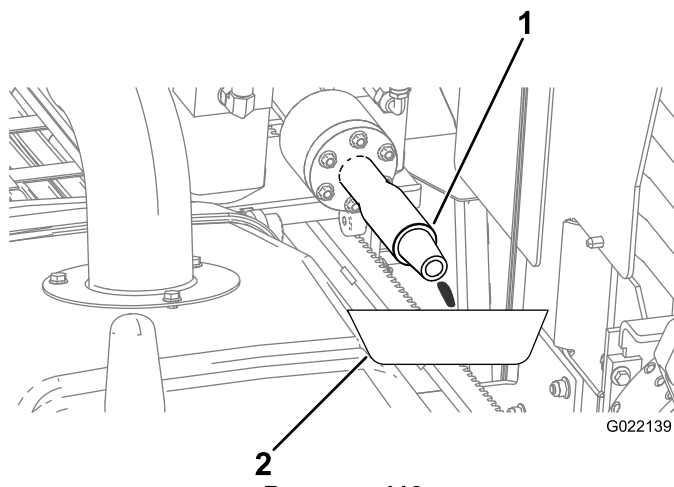

Рисунок 113
- B. Подставьте сливной поддон под буровой шпиндель для сбора утечки антифриза (Рисунок 113).
Д. Когда антифриз будет выходить из бурового шпинделя (Рисунок 113), выключите насос.